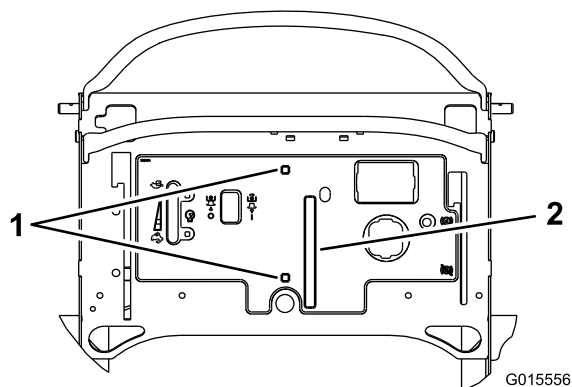

Figura 9
1. Usando la columna como guía, corte una ranura en la pegatina para la palanca de control de la velocidad, y corte los taladros cuadrados para los pernos de cuello cuadrado (Figura 9).